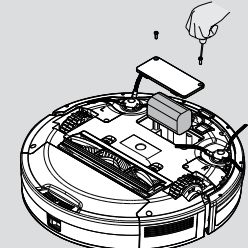

Fig. 18
**SOSTITUZIONE DELLA BATTERIA [Fig. 18]**